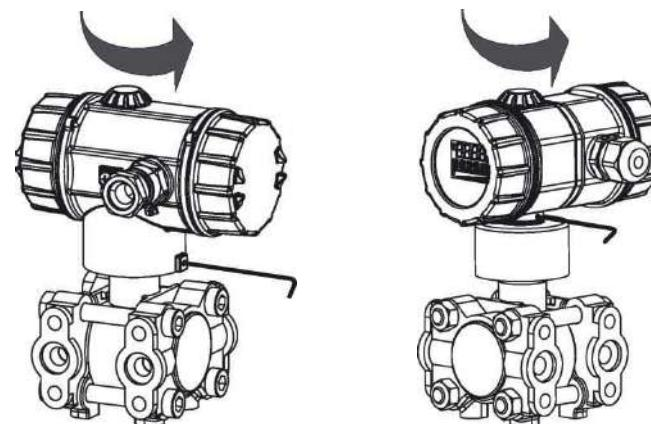

Рисунок 7 - Вращение корпуса преобразователя
8.7.1 Корпус преобразователя может вращаться в пределах ±160°, см. рисунок 7.